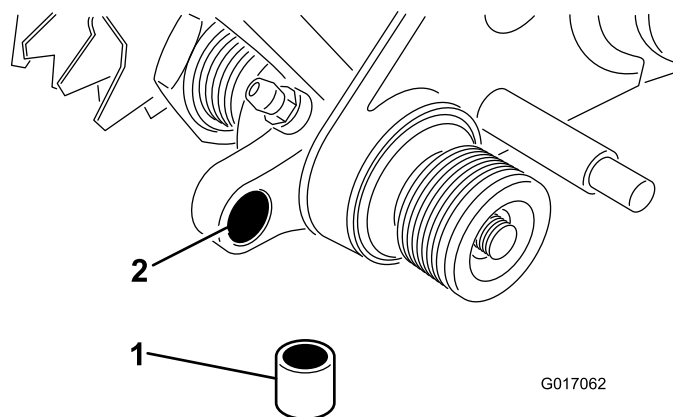

Рисунок 9
20. Вставьте втулку в отверстие в левом узле привода механической щетки (Рисунок 9).